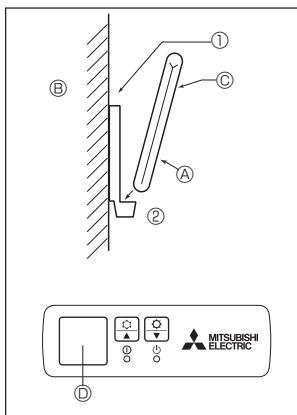

Fig. 6-5
2) Metodo di installazione (Fig. 6-5)
① Attaccare il supporto del comando a distanza nel punto desiderato usando due viti autofilettanti.
② Inserire l'estremità inferiore del comando a distanza nel supporto.